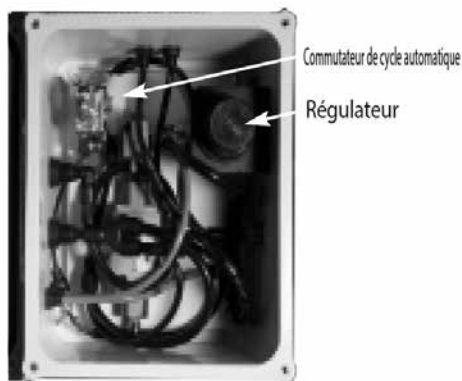

Figure 2
Le manomètre de l'outil pneumatique Quick Crimp montre le réglage du régulateur d'air lorsque l'outil ne fonctionne pas. Cette valeur peut être différente de celle de la pression d'alimentation—le régulateur est capable de faire monter la pression en réduisant la dimension de l'orifice d'admission. Lorsque l'outil est inactif, le régulateur devrait afficher une valeur de 85 ou plus dans la plupart des situations. La pression du régulateur se règle facilement avec le bouton montré dans la figure 2. Tourner le bouton dans le sens horaire (CW) pour faire augmenter la pression et dans le sens anti-horaire (CCW) pour faire baisser la pression.